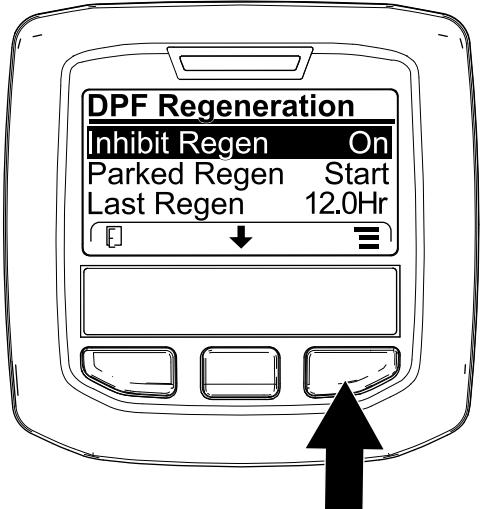
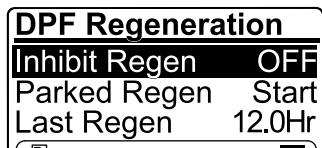

Figura 31
Figura 32
1. Accedete al menu DPF Regeneration, premete il pulsante centrale per scorrere il menu verso il basso fino all'opzione INHIBIT REGEN, quindi premete il pulsante destro per selezionare la voce Inhibit Regen (Figura 31).
2. Premete il pulsante destro per modificare l'impostazione dell'inibizione della rigenerazione da On a Off (Figura 31) o da Off a On (Figura 32).